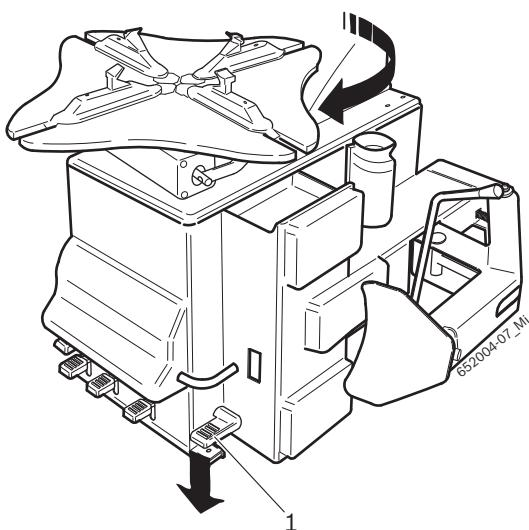

Fig. 2: Kontroll över roteringsriktningen.
! För en normal fungering av TCE 4335 är det mycket viktigt när man trampar på pedalen till tillslutningsflänsen, som visas i Fig. 2 (1), att tillslutningsplattan börjar rotera med sols.